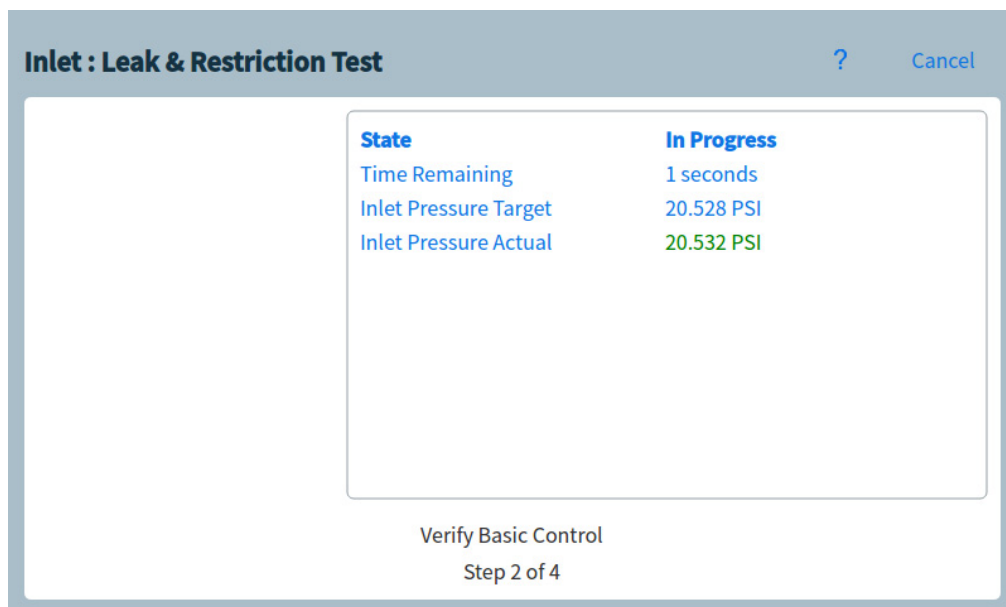

Figura 27 Pagina di test perdite e restrizione.
- 3 Premere **Avviare test**. Il test viene avviato. I dettagli del test sono visualizzati con i risultati del test. Vedere Figura 27.